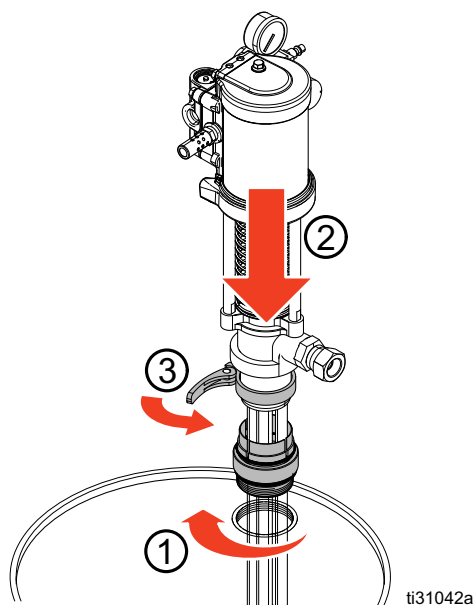

FIG. 9
6. Kontrollera att packningen sitter på plats och skruva säkert in tapphålsadaptorn i fatets tapphål (1). För in pumpen genom adaptorn (2) och lås den på plats (3). Se FIG. 9.